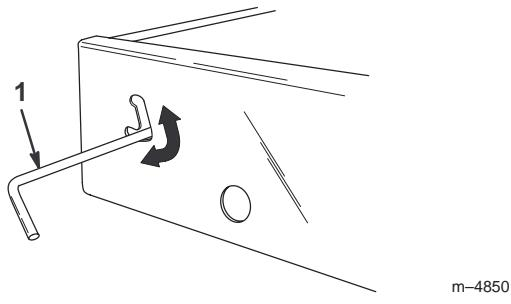

Bild 19
1. Schieben Sie den Riegel aufwärts in Richtung der Oberseite des Ausschnitts im Muldenrahmen (Bild 19).
3. Bewegen Sie, um die Mulde fest mit dem Chassis zu verbinden, den Riegel bis in den unteren Teil des Ausschnitts (Bild 19).